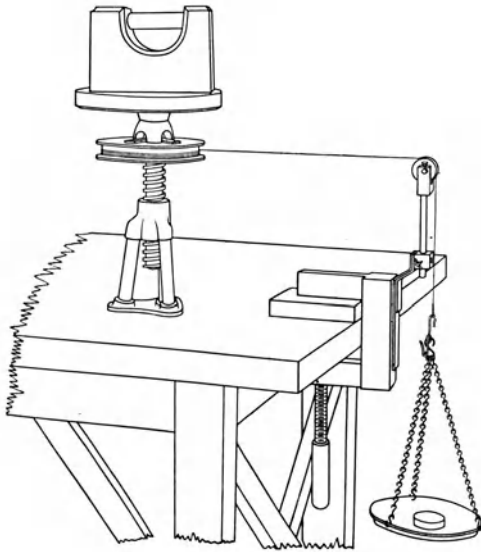

Fig. 69.
b) Befestige die Winde sicher auf dem Tisch. Ole die Maschine und die Führungsrolle. Setze auf das Lastbrett ein 10 kg\*-Stück. Befestige das Seil mit einem Ende an der Seilscheibe, führe es wagerecht über eine feste Rolle und hänge an das andere Ende die Gewichtschale. Wickle das Seil so weit auf, daß der Haken der Schale dicht unter der Rolle und  $\sim 1$  m hoch über dem Fußboden hängt. Lege in die Schale so viel Gewichte, daß sie zwar das Seil straff spannen, doch keine Bewegung hervorrufen (Fig. 69).